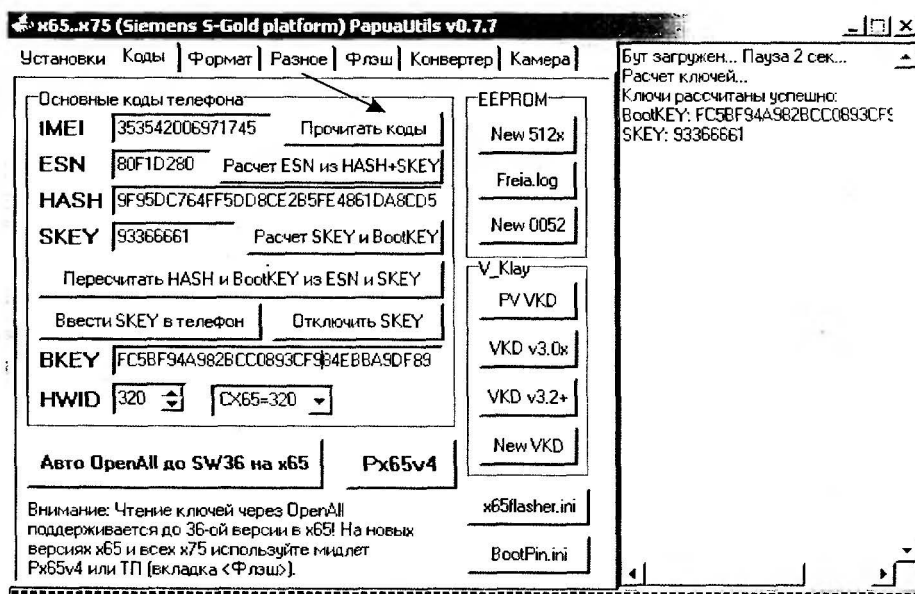

Рис. 1.2.3. Расчет SKey и BootKey
4. После вывода информации о телефоне переходят на вкладку «Коды» и нажимают кнопку «Прочитать коды», она показана стрелкой на рис. 1.2.3.